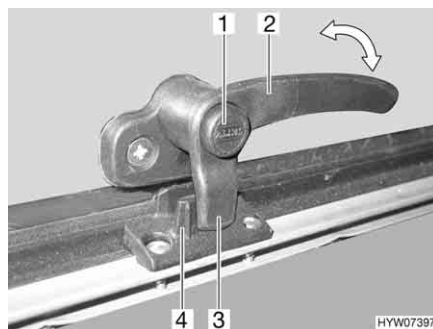
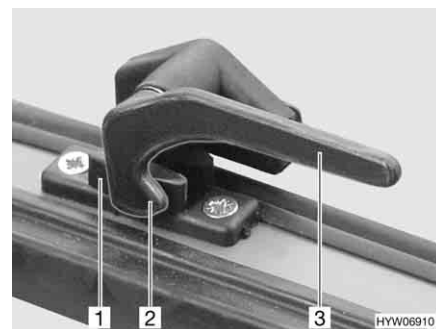

Fig. 49 Leva di serraggio con bottone di sicurezza in posizione "Chiuso"
Fig. 50 Leva di serraggio in posizione "Chiuso"
- Se presente, premere e tenere premuto il bottone di sicurezza (Fig. 49,1).
- Ruotare la leva di serraggio (Fig. 49,2 o Fig. 50,3) di un quarto di giro verso il centro della finestra.
- Ruotare la leva di serraggio (Fig. 49,2 o Fig. 50,3) di un quarto di giro verso il telaio della finestra. Il nasello di chiusura (Fig. 49,3 o Fig. 50,2) della leva di serraggio si trova completamente sul lato interno della chiusura della finestra (Fig. 49,4 o Fig. 50,1).
- In posizione "Completamente chiusa" (Fig. 49 e Fig. 50)